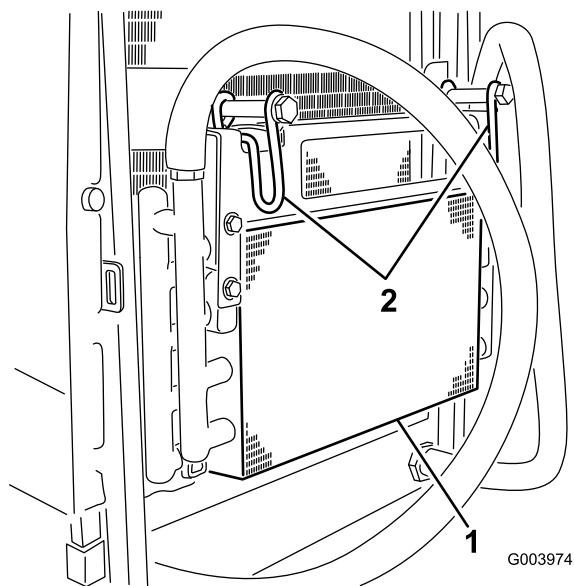

図 72
5. オイルクーラのラッチを内側に倒してオイルクーラを外す 図 72